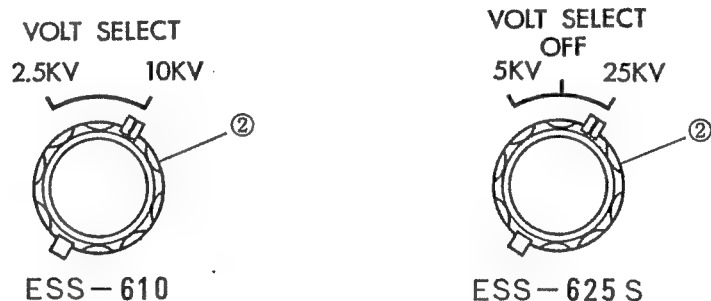

図 9
2. VOLT SELECT ツマミ②を図9のようにする。(例 10 KV・25 KV)